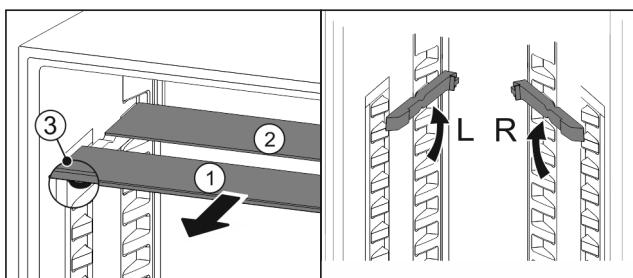

Fig. 94
- Пусніть Fig. 94 (1) скляну панель вперед.
- Скляна панель Fig. 94 (1) з декоративною планкою лежить спереду.
- Стопори Fig. 94 (3) показують вниз.